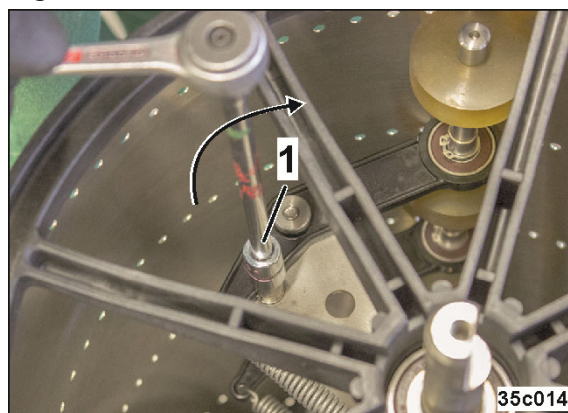

Fig. 328
2. Drej aflastningsbolten (Fig. 328/1) ca. en halv omdrejning videre